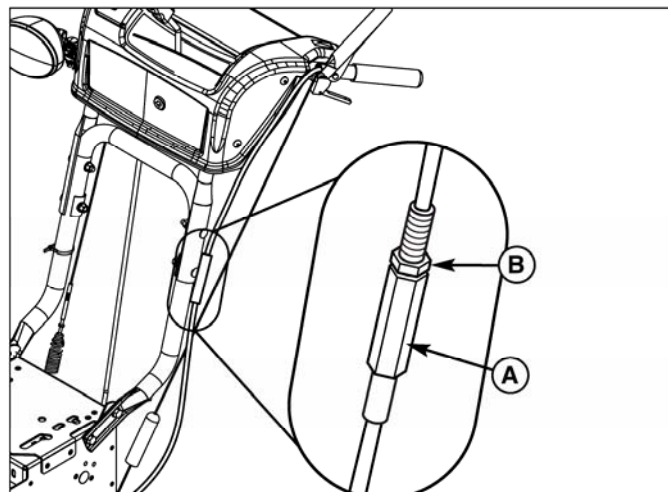
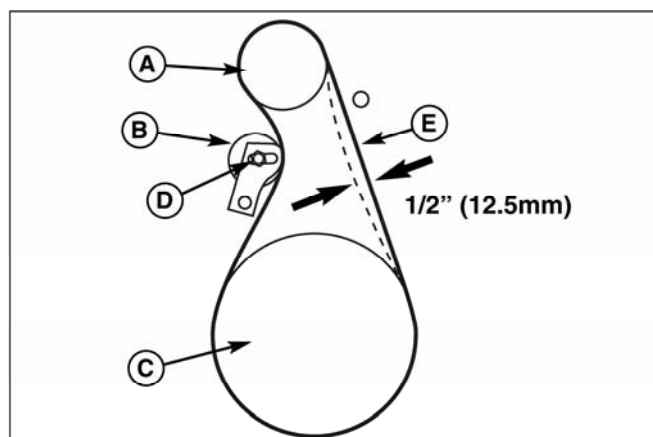

Рис. 20. Регулировка троса Easy Turn
Рис. 22. Прогиб ремня привода шнека
2. Ослабьте гайку (В, рис. 20).
2. Снимите болт (В, рис. 20) с крышки ремня (А). Снимите крышку (А).
3. Ослабьте гайку (D, рис. 20) холостого шкива (В) и прижмите шкив к ремню на 3 мм.
4. Затяните гайку (D).
5. Нажмите на рычаг привода шнека. Проверьте натяжение ремня (напротив холостого шкива). Ремень должен отклоняться на 12,5 мм от исходного положения при умеренном нажатии (рис. 22). Возможно, Вам потребуется передвинуть холостой шкив еще раз, чтобы получить правильный уровень натяжения.